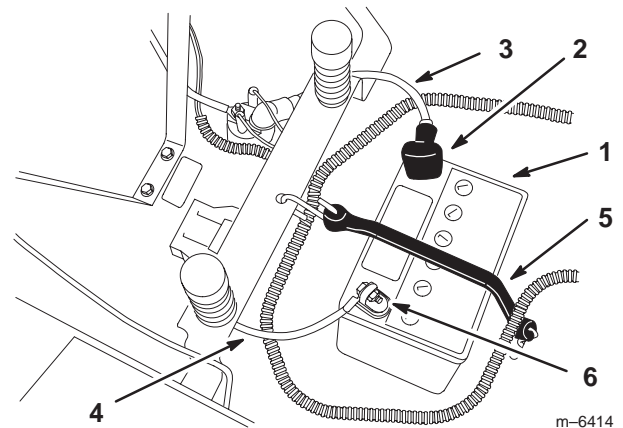

Bild 35
4. Klemmen Sie das Minuskabel (schwarz) vom Batteriepol ab (Bild 35).
5. Schieben Sie die Gummiabdeckung am Pluskabel (rot) nach oben. Klemmen Sie das (rote) Pluskabel vom Batteriepol ab (Bild 35).
6. Entfernen Sie die Batteriebefestigung (Bild 35) und heben die Batterie aus ihrem Ständer heraus.
1. Stellen Sie die Batterie in ihren Ständer, wobei die Pole vom Armaturenbrett weg weisen müssen (Bild 35).
4. Befestigen Sie die Kabel mit zwei Schrauben (1/4 x 3/4 Zoll), Scheiben (1/4 Zoll) und Muttern (1/4 Zoll) (Bild 35).
6. Befestigen Sie die Batterie mit der Befestigung (Bild 35).